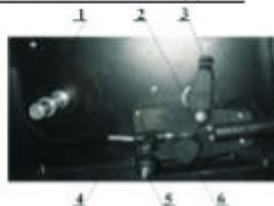

Рис.4. Механизм подачи проволоки
6.5. Установить катушку со сварочной проволокой в подающий механизм, см. рис. 4, поз.1. Убедиться в том, что направляющий ролик установлен таким образом, что